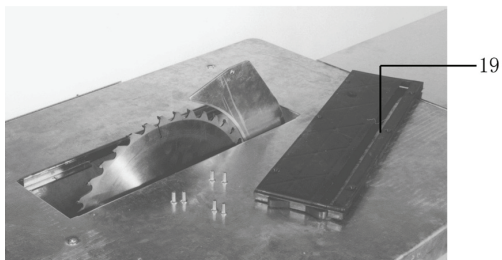

Fig. 25
- Desserrez les vis et démontez la pièce 19 (voir fig. 25).